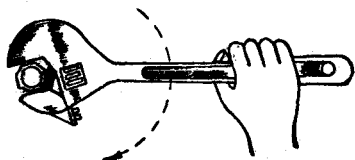

图 1-3 活口扳手的使用要领
2. 活口及猴头扳手的活爪颈或导环比较单薄，为避免折断，使用时应按照图 1-3 所示的方法去扳转，让可动部分（活爪与导环）承受推力，固定部分承受拉力，这样使用扳手才安全。此外，握持扳手的姿势要正确，注意使手臂与扳手体成一直角（这一角度是扳转扳手最有效的角度）。若用推的姿势旋松或旋紧时，握持须使五指并拢，以掌下部吃力，不要用满把握握的方法，不然很容易将手的虎口处挤伤。